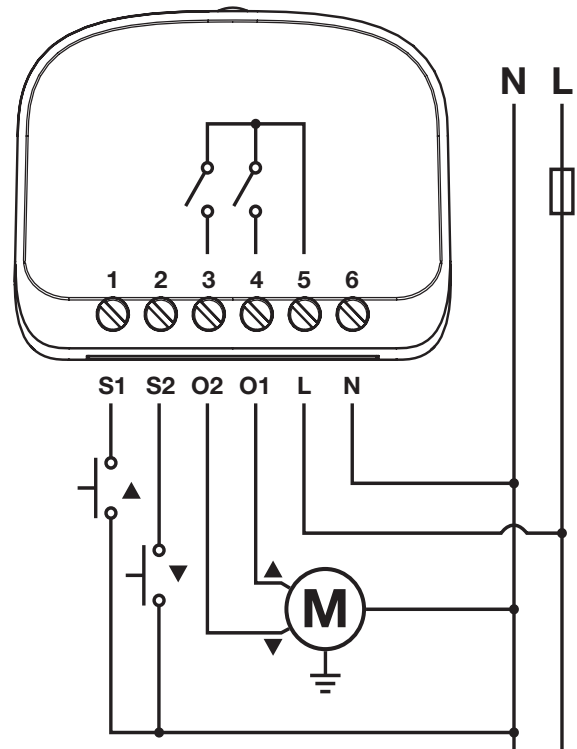

fig.1 Schéma de câblage du BiDi-Shutter
La mémorisation et la programmation sont possibles via le bouton-poussoir de programmation (figure 1) sur le BiDi-Shutter.
1.	Appuyer sur le bouton-poussoir de programmation et le maintenir enfoncé (fig. 1).
2.	Relâcher le bouton-poussoir de programmation (fig. 1) lorsque la LED s'allume en rouge (1ère position).
2.	Relâcher le bouton-poussoir de programmation (fig. 1) lorsque la LED s'allume en orange (2ème position).
1.	Appuyer sur le bouton-poussoir de programmation (fig. 1) et le maintenir enfoncé.